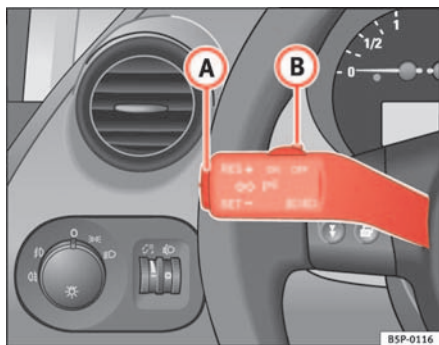

Abb. 144 Blinker- und Fernlichthebel: Schalter und Wippe für GRA
- Drücken Sie den oberen Teil der Wippe **RES** ⇒ Abb. 144 (A), um die Geschwindigkeit zu erhöhen. Solange Sie die Wippe gedrückt halten, beschleunigt das Fahrzeug. Sobald Sie die Wippe loslassen, wird die neue Geschwindigkeit gespeichert.
Wenn Sie die gespeicherte Geschwindigkeit durch Treten des Bremspedals verringern, ist die Regelung der gespeicherten Geschwindigkeit ausgeschaltet. Sie können durch einmaliges Drücken des oberen Teils der Wippe **RES+** ⇒ Abb. 144 (A) die Regelung wieder aufnehmen.